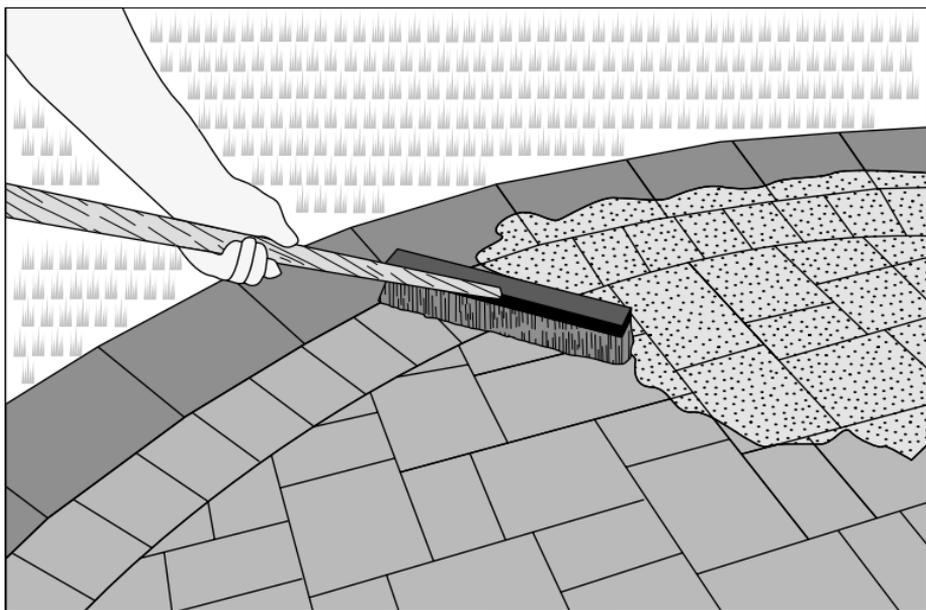

Figura 30. Aplicación de la arena de junta.
*Instalación:* Coloque una capa de arena para juntas sobre la superficie de los adoquines y bárrala para que penetre entre las juntas. (Figura 30) Utilice un cepillo de cerda dura. Llene las juntas y deje que sobresalga una capa fina de arena de las mismas. Vehículos no deben transitar por la superficie pavimentada antes de que se haya realizado el barrido de la arena y finalizado la segunda compactación.